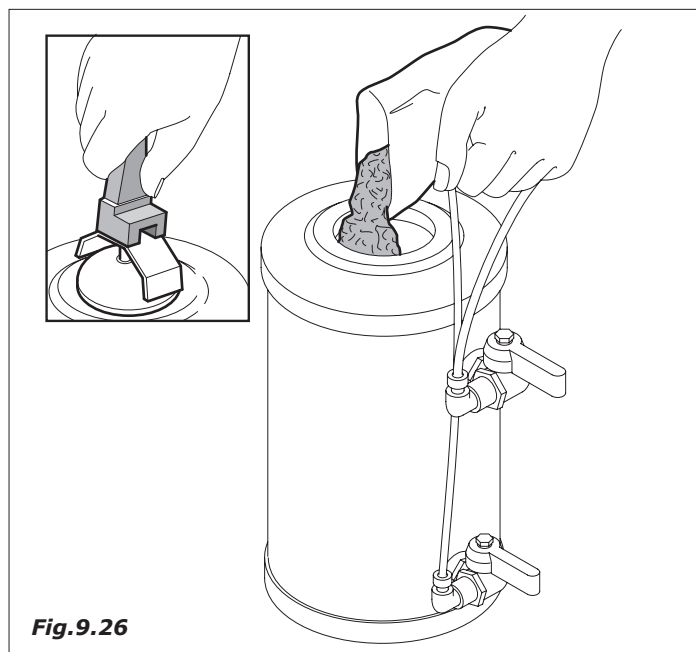

Fig.9.26
- tirar a tampa e introduzir 1,5 kg de sal de cozinha (Fig.9.26)